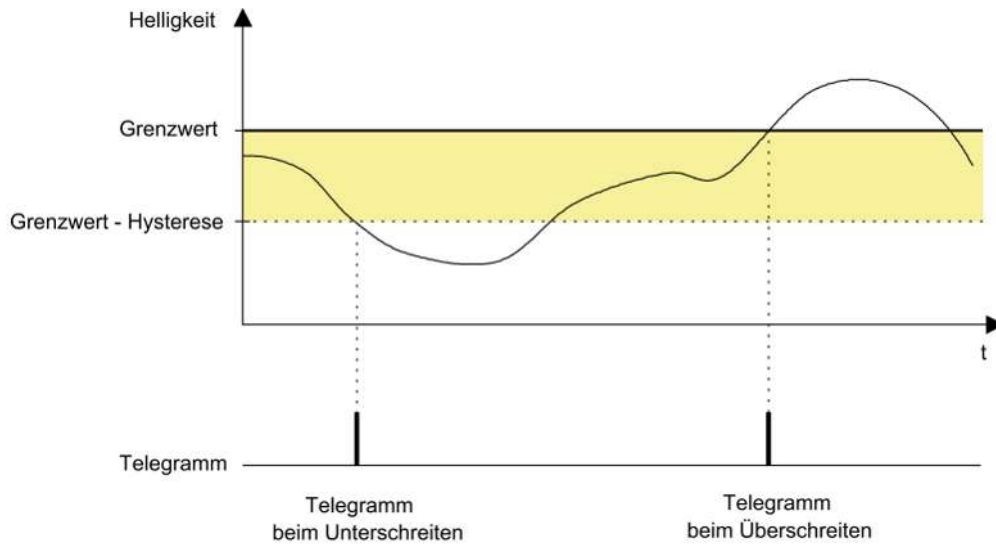

Bild 34: Beispiel 1 zur Grenzwertdefinition
1. Helligkeitsgrenzwert = Obere Schwelle (siehe Bild 34)